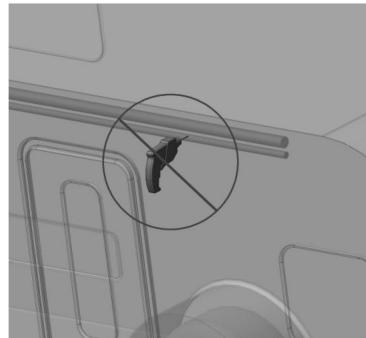

Figura C3
2. Prima dell'installazione, verificare se sono presenti nervature di rinforzo nella posizione della carrozzeria del veicolo utilizzata per fissare la staffa di installazione e se sono presenti ostacoli come acqua, elettricità e altre linee nella posizione di foratura (Figura C3). Oppure chiedere al concessionario del veicolo informazioni pertinenti.